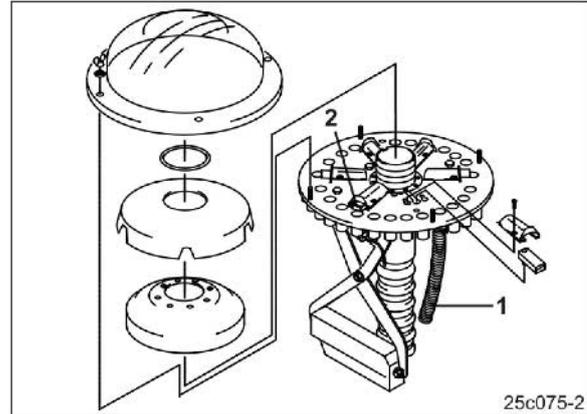

Fig. 138
6. Soltar el filtro de aceite (Fig. 138/1) con 3 tornillos, sustituir el cartucho filtrante del aceite.